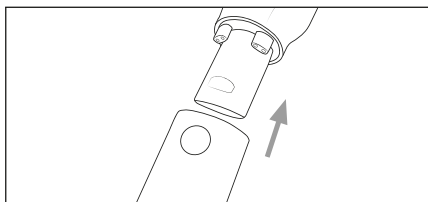

Fig. 11
- ◆ Faites glisser la brosse combinée 2 en 1 ❶ sur le tube d'aspiration ❸ ou sur l'orifice d'aspiration de l'appareil jusqu'à ce qu'elle s'enclenche de manière audible avec un clic (voir fig. 11). Veillez ce faisant à respecter la bonne position du verrouillage.